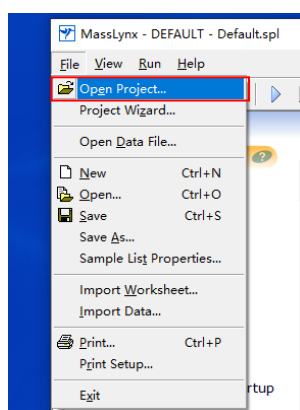

图 6-6
Step2. 点击 File – Open Project...（图 6-6），弹出 6-7 对话框，点击 Yes